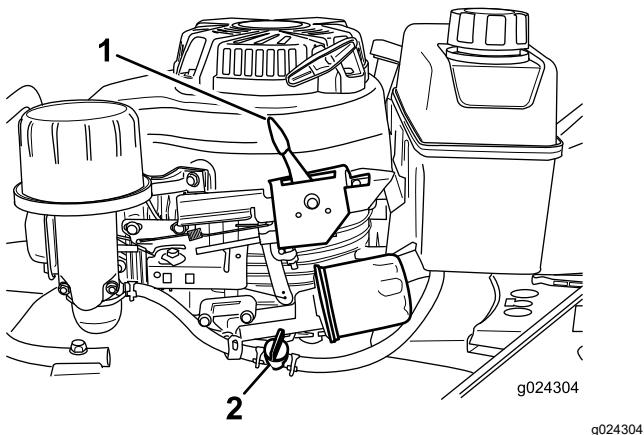

Figure 15
2. Ouvrez le robinet d'arrivée de carburant (Figure 15).
3. Réglez la commande d'accélérateur (Figure 15) en position Starter.
Relâchez la barre de commande de la lame et placez la commande d'accélérateur (Figure 15) en position Arrêt.
Remarque: Fermez le robinet d'arrivée de carburant (Figure 15) si vous ne prévoyez pas de démarrer le moteur tout de suite après.